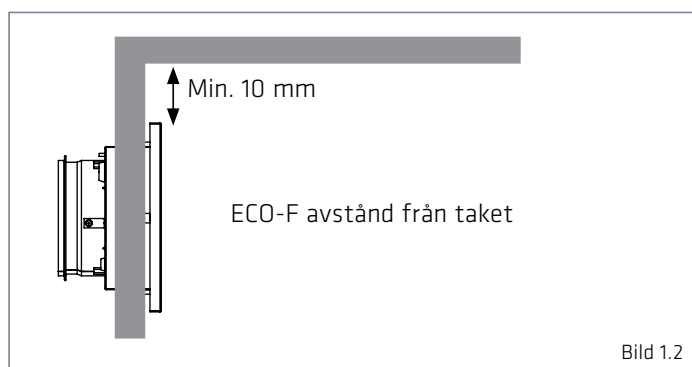

Bild 1.2
1. Borra hål i väggen för kablar och fästskruvar (4) med hjälp av schablonen som medföljer (schablon, se Bilaga 1).
2. Anordningens minimiavstånd från taket 10 millimeter (se bild 1.2). Anordningen ska monteras på minst 1,8 meters höjd. Barn får inte ha tillgång till anordningen.
3. Lösgör framplåten (2) från stommen. Lösgör de två fästskruvarna (3) och dra loss framplåten från stommen (1).